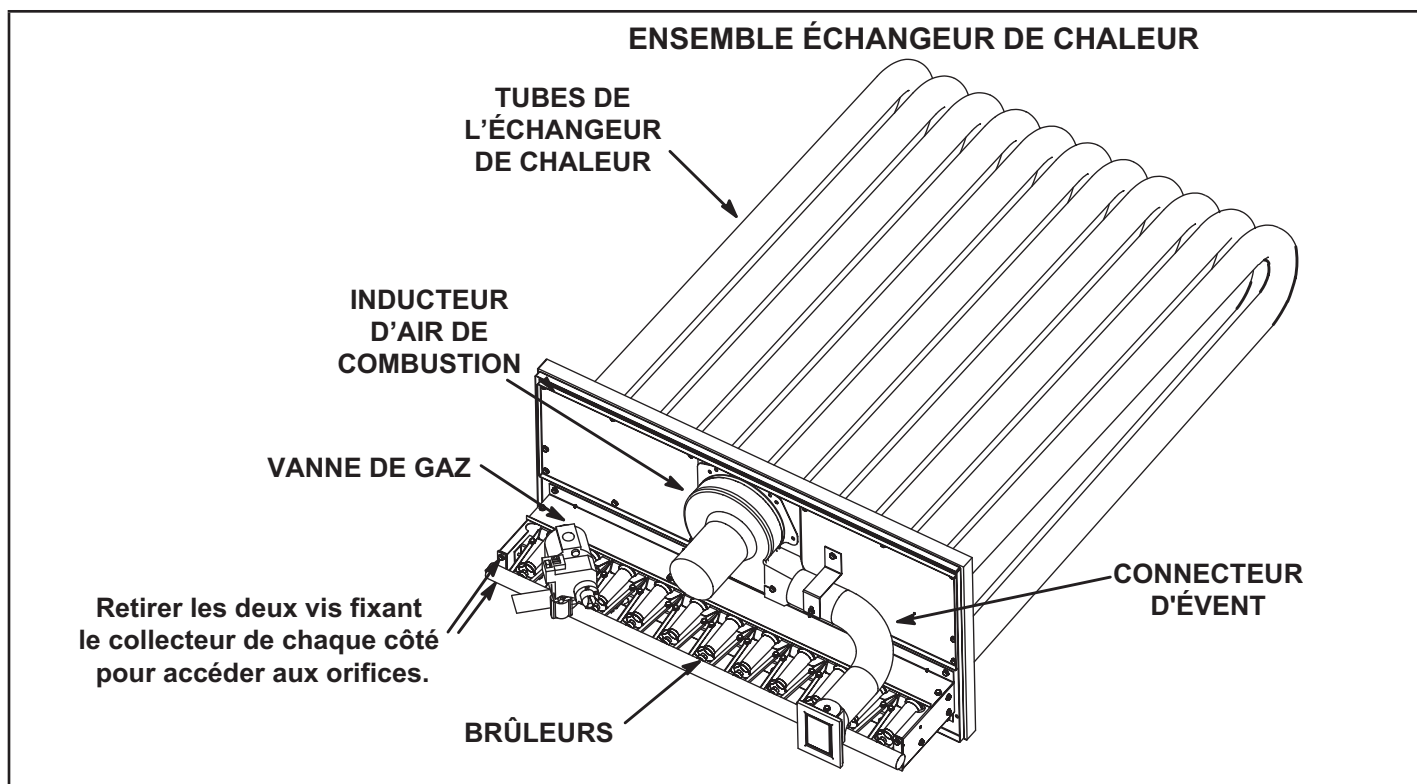

FIGURE 1
- 4 - Retirez et conservez les quatre vis fixant le collecteur au boîtier des brûleurs. Reportez-vous à la FIGURE 1.